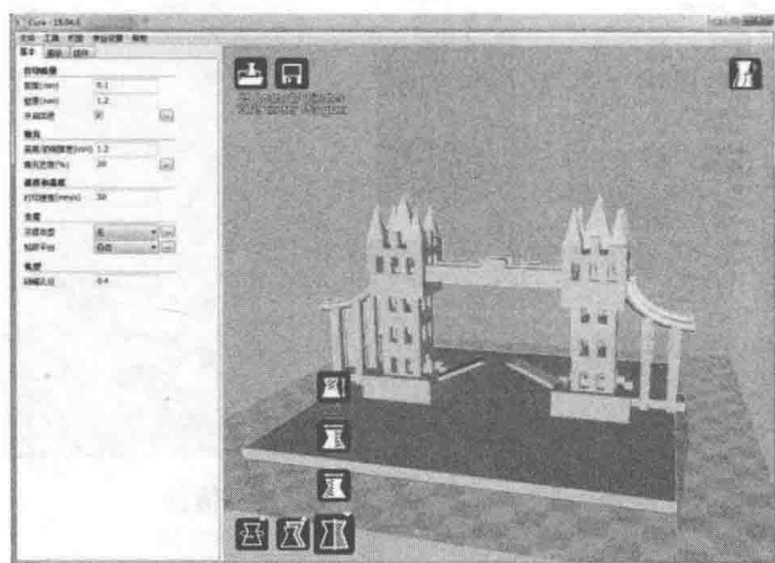

图 4-40 模型镜像界面
(3) 模型镜像。点击模型镜像图标 ，出现如图 4-40 所示的模型镜像界面。